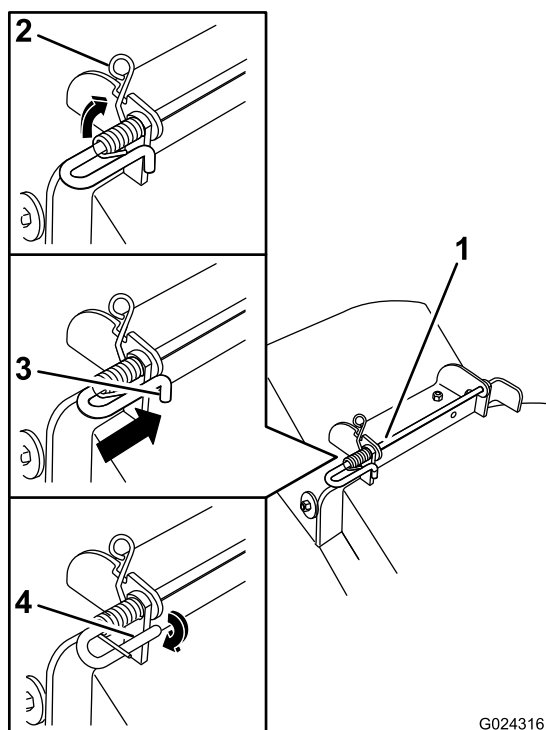

Figura 68
5. Levante el extremo del muelle con bucle y colóquelo en la muesca del soporte del deflector (Figura 68).
6. Fije el conjunto de varilla y muelle torciéndolo de manera que el extremo corto de la varilla pueda colocarse detrás del soporte delantero que está soldado a la carcasa (Figura 68).